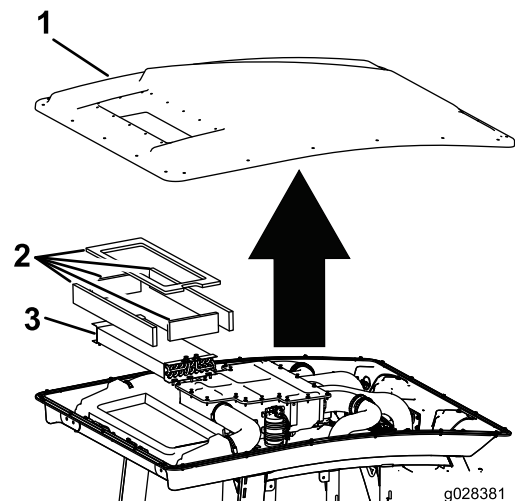

Рисунок 55
3. Снимите крышу кабины, отвернув 22 болта крепления крыши (Рисунок 55).
4. Снимите воздушные фильтры (Рисунок 55).
5. Снимите и очистите змеевик кондиционера воздуха (Рисунок 55).